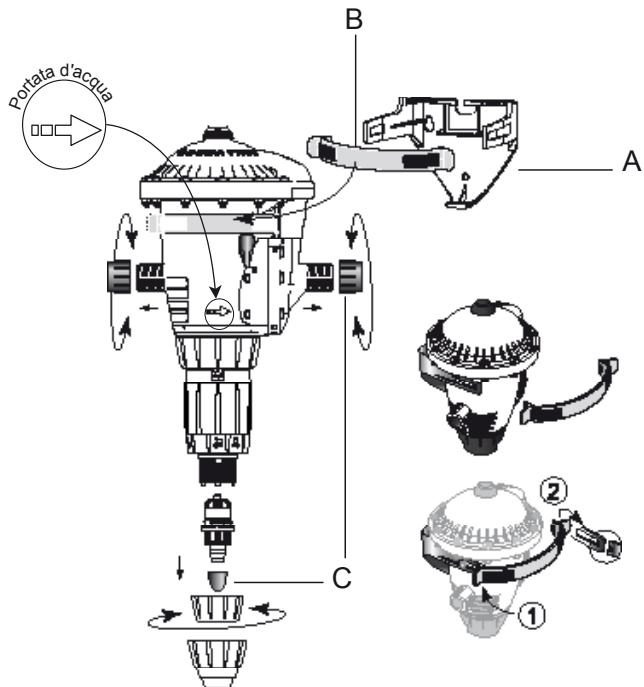

Fig. 1
- un supporto murale (Fig. 1-A) ed una cinghia (Fig. 1-B),
Rimuovere i tappi di protezione (Fig. 1-C) che ostruiscono gli orifici del suo DOSATRON prima di collegarlo alla rete d'acqua.